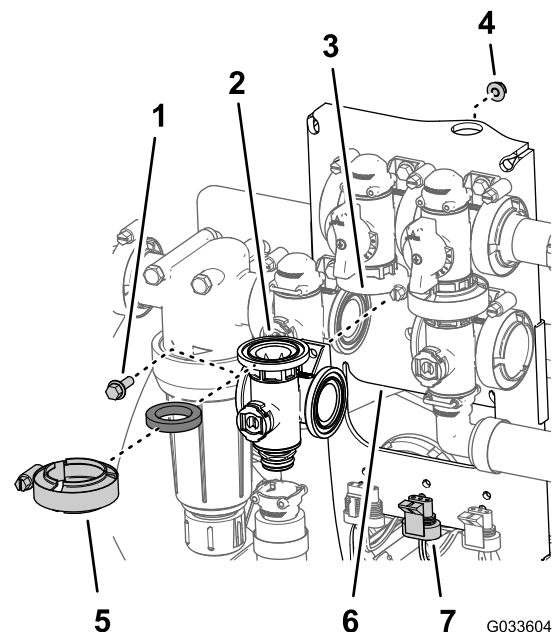

図 127
1. 攪拌バイパスバルブのフランジ、ガスケット、攪拌バイパスバルブのフランジを、整列させる 図 127。
- 攪拌バルブをバルブマウントに組み付ける; フランジヘッドボルトとフランジロックナット 図 127 はステップ 3 攪拌マニホールドバルブの取り外し (ページ 74) で取り外したものを使用し、ボルトとナットを 10-12 N·m 1.0-1.2 kg/cm² = 90-110 in·lb にトルク締めする。